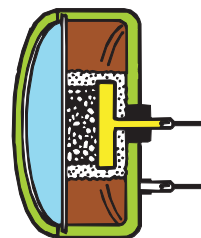

Figure 188 : Dans les microphones dits à charbon, la membrane, en vibrant, appuie sur les grains de charbon en modifiant ainsi sa propre résistance interne.
- **A charbon** – Ils sont ainsi appelés car leur membrane repose sur des grains de charbon, conducteurs d'électricité (voir figure 188). Quand la membrane commence à vibrer, elle comprime